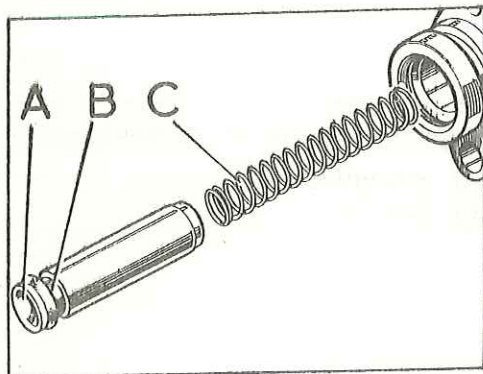

Fig. H-31 Conjunto del émbolo
- 1.4. Separar del cilindro el émbolo, A (Fig. H-31) y el muelle, C, inyectando aire a baja presión, si fuese necesario, por la lumbreira de salida para expulsar el émbolo.